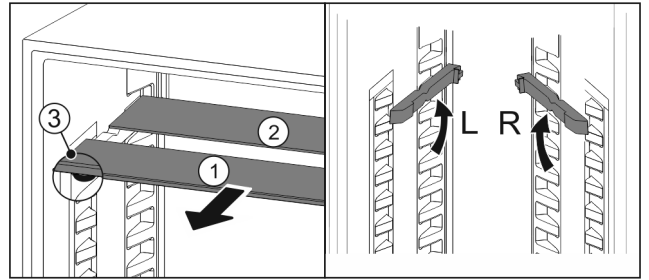

Fig. 25
- ▶ Glasplatten einzeln nach vorne herausziehen Fig. 25 (1).
- ▷ Glasplatte Fig. 25 (1) mit Zierleiste liegt vorne.
- ▷ Stopps Fig. 25 (3) zeigen nach unten.